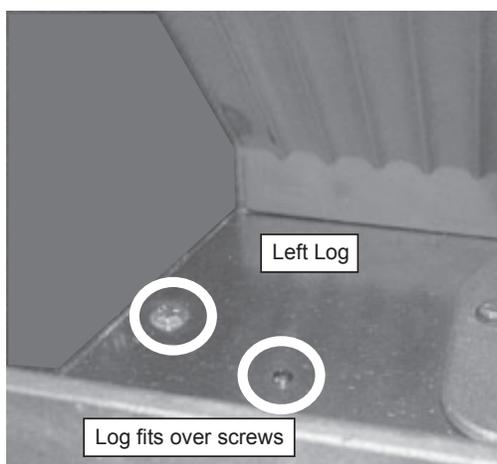

Figure 21.1
1. Placez la simili-bûche gauche comme illustré. Les 2 creux au bas de la simili-bûche doivent être placés sur les têtes des vis de la boîte à feu. **Figures 21.1 et 21.2.**